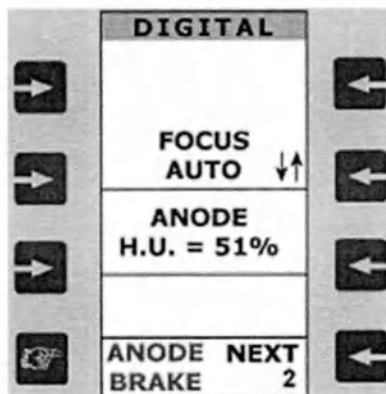

Рисунок 25
1. Нажимайте клавишу **NEXT** до тех пор, пока команда остановки анода не появится на графическом экране (Рисунок 25).